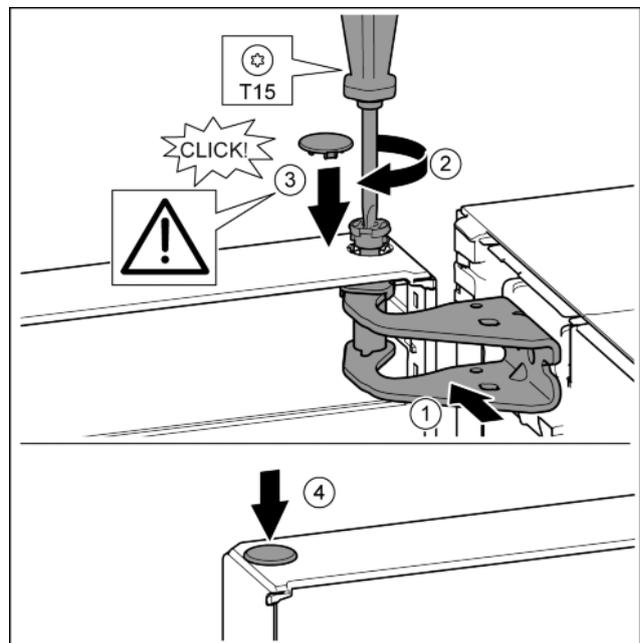

Fig. 19
- ▶ Дверь сверху выровнять по отверстию в опорном кронштейне. Fig. 19 (1)
- ▶ Вставить палец и затянуть отверткой T15. Fig. 19 (2)
- ▶ Установить предохранительную крышку для защиты двери: вставить предохранительную крышку и проверить, прилегает ли она к двери. В ином случае вставить палец полностью. Fig. 19 (3)
- ▶ Вставить заглушку. Fig. 19 (4)